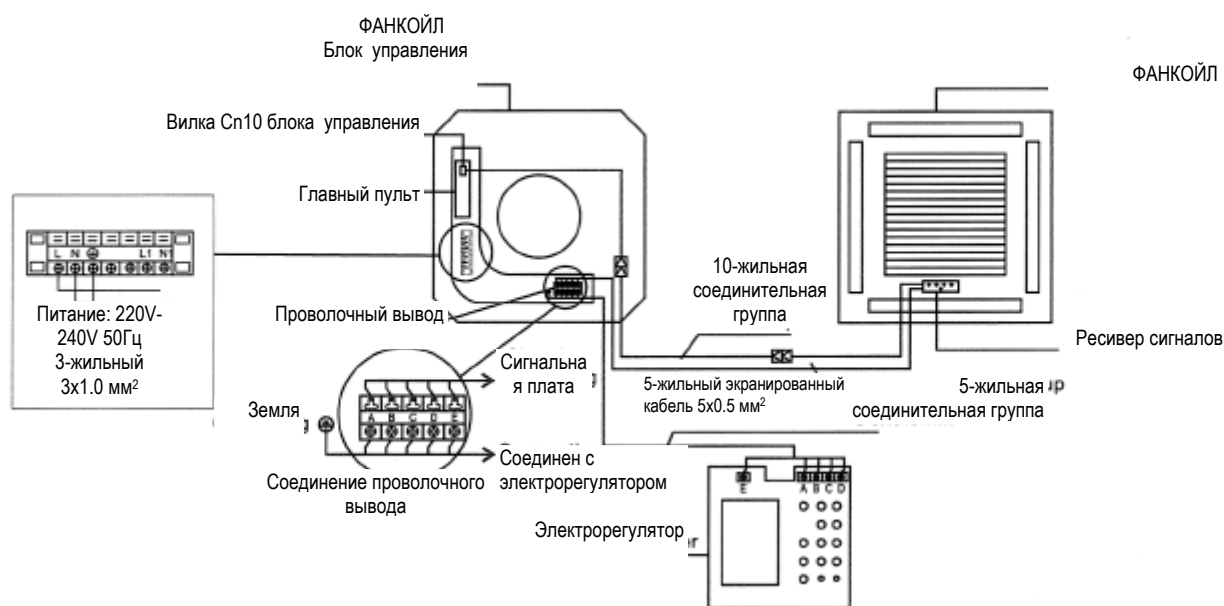

Рис. 19
1. Удалите диагностическую крышку и залейте в бак около 2000 мл воды через заливную трубку. (См. рис. 19)